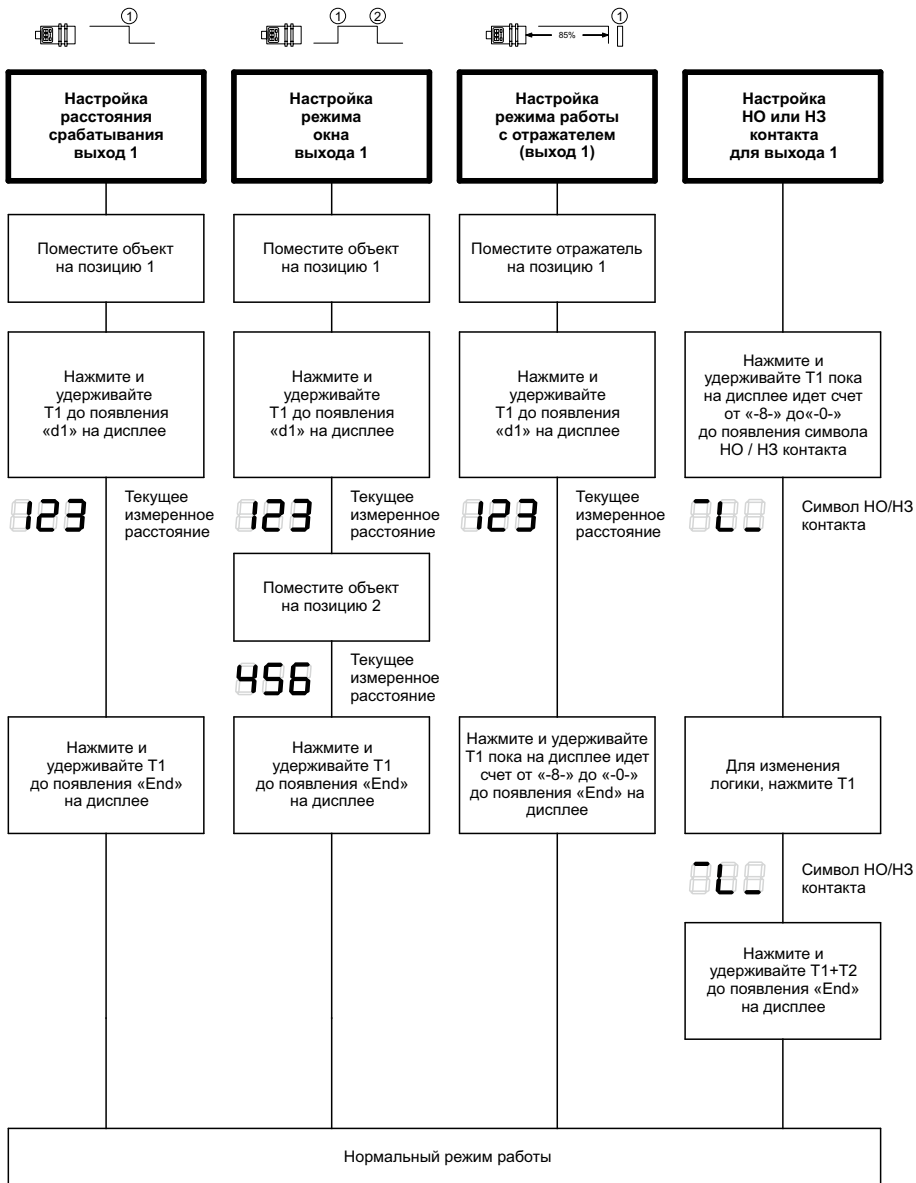

Рисунок 13 – Задание параметров с помощью процедуры «обучения» (дискретный выход 1) для датчика smt+.../DD/TC
- 2) С помощью процедуры обучения на объекте (см. рисунок 13 – 14).